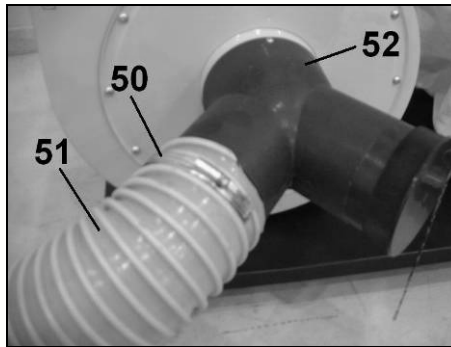

Fig 22
- Placez un des 2 colliers (50) à l'une des extrémités du tuyau Ø100mm (51) (Fig 22).
- Emmanchez le tuyau (51) sur l'une des trois entrées du connecteur (52), puis serrez le collier (50).